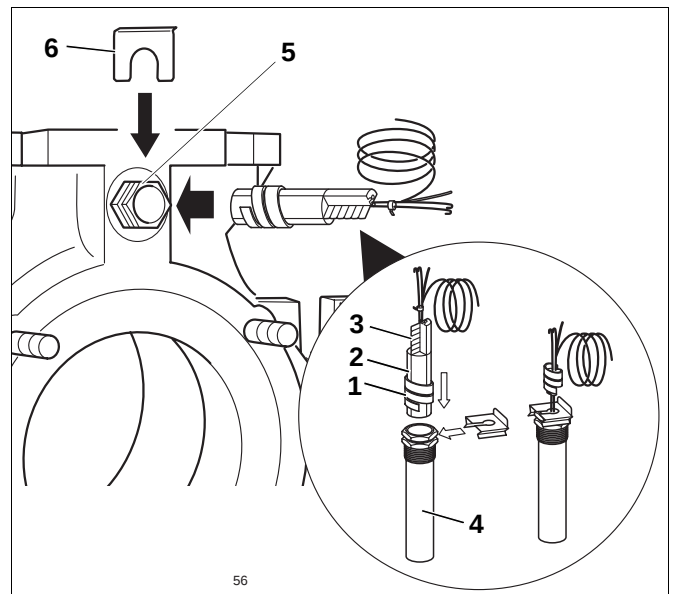

Abb. 67 Temperaturfühlerpaket montieren
- Das am Schaltfeld angeschlossene Temperaturfühlerpaket (drei Temperaturfühler, ein Fühlerblindstück Abb. 67, **Pos. 2**) mit dem Kapillarrohr zu der Messstelle des Heizkessels führen.
- Ausgleichsfeder (Abb. 67, **Pos. 3**) mit dem Temperaturfühlerpaket (Abb. 67, **Pos. 2**) bis zum Anschlag in die Tauchhülse (Abb. 67, **Pos. 4**) einschieben.
- Beim Einschieben des Temperaturfühlerpakets in die Tauchhülse (Abb. 67, **Pos. 4**) schiebt sich die Kunststoffspirale (Abb. 67, **Pos. 1**) automatisch zurück.
- Fühlersicherung (Abb. 67, **Pos. 6**), Lieferumfang Schaltfeld) von oben auf den Tauchhülsenkopf (Abb. 67, **Pos. 5**) schieben.